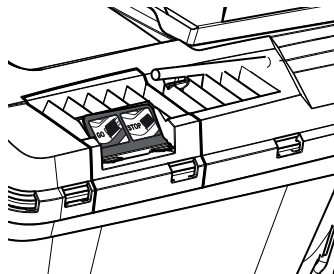

Fig. 20
- > Lorsque la trappe (15f) est fermée, le bac de ramassage est plein et doit être vidé (Fig. 20).